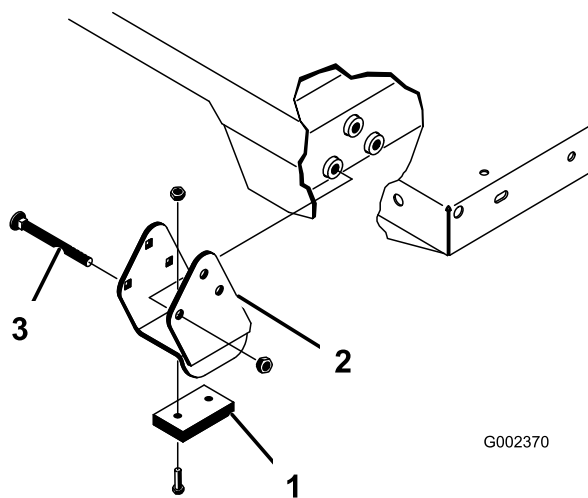

Рисунок 24
Убедитесь, что распорные кронштейны и износные колодки (**Рисунок 24**) установлены так, что головки каретных болтов находятся внутри автомобиля.
2. Аккуратно установите кузов на раму автомобиля, совместив отверстия в задней шарнирной плите кузова с отверстиями в заднем швеллере рамы, и установите два шплинтуемых штифта и шплинты (Рисунок 24).
4. Вставьте шплинтуемый штифт с наружной стороны кузова, при этом шплинт должен находиться снаружи (Рисунок 24).